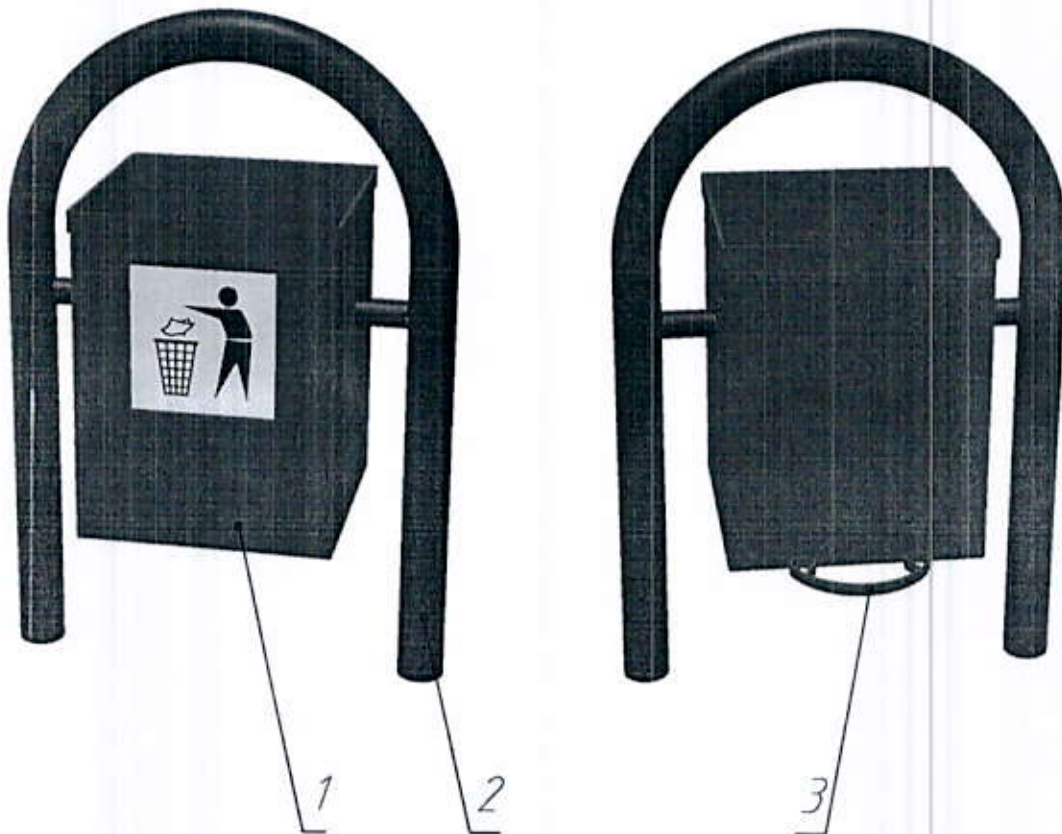

Рис.1 Общий вид урны РТР 052
4.1. Урна **1** (см. рис.1) подвешена на стойке **2** и оснащена ручкой **3**, предназначенной для удобства выгрузки мусора.